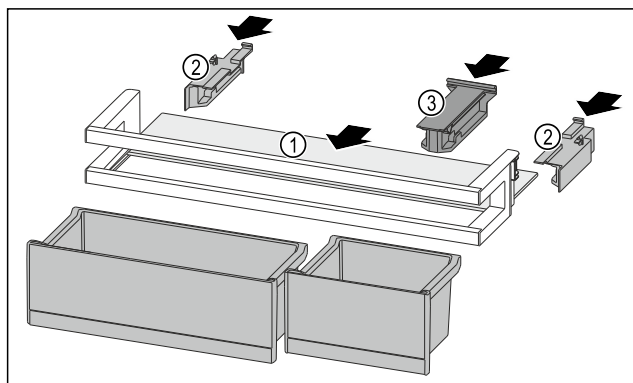

Fig. 216
- ▶ Odkládací plochu Fig. 216 (1) zasuňte do bočních vybrání.
- ▶ Boční díly Fig. 216 (2) vložte.
- ▶ Držák Fig. 216 (3) vložte.